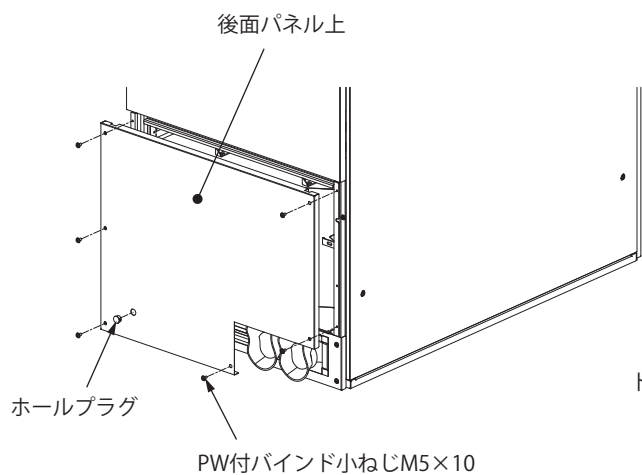

図13
①後面パネル上のPW付バインド小ねじM5×10（6か所）、ホールプラグ（1か所）を取り外してください。（図13）。